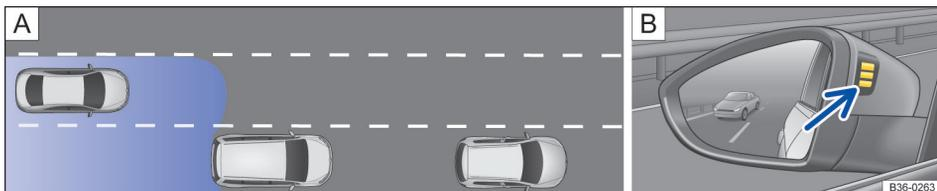
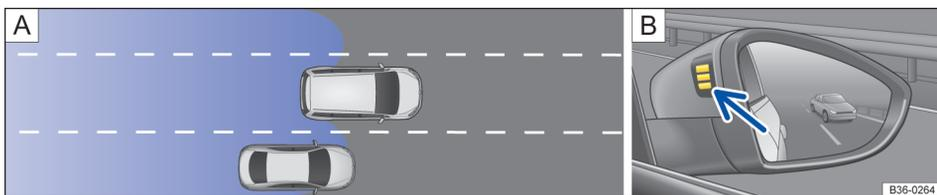

图 156 原理图：(A)：后方有车超车的行驶状况。(B)：左侧车外后视镜上的图示显示
图 157 原理图：(A)：超车和并道的行驶状况。(B)：右侧车外后视镜上的图示显示
在下列行驶状况下，车外后视镜中会亮起显示→图 156(B)（箭头）或→图 157(B)（箭头）：
- 当另一辆汽车正在超越本车时→图 156 (A)。
- 在以约 10 km/h (6 mph) 的速度差超越另一辆汽车时→图 157 (A)。在明显快得多的超车过程时不会出现显示。